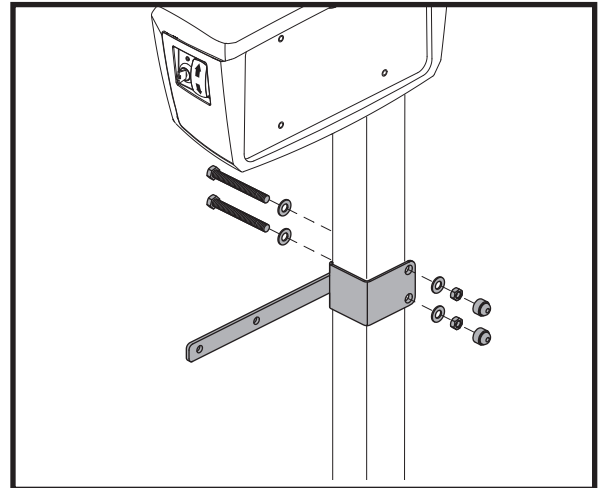

Figura 9. Soporte de accesorios
2. Sujete con las piezas suministradas. **Ver figura 9.**